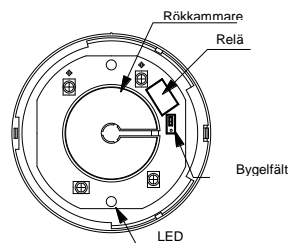

Bild 3. Detektorn med locket borttaget.
- Referera till bild 3. Det finns ett bygelfält bredvid reläet, flytta bygels så att det sitter i NO-positionen.